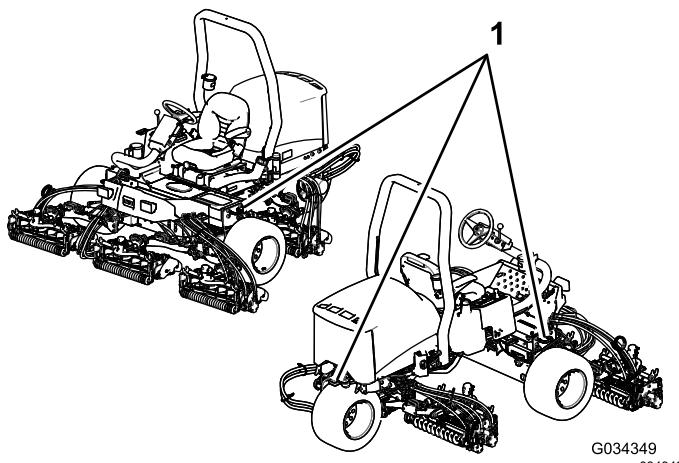

Figura 43
- Amarre la máquina firmemente con correas, cadenas, cables o cuerdas. Tanto la correa delantera como la trasera deben orientarse hacia abajo y hacia fuera respecto a la máquina.; consulte Figura 43.